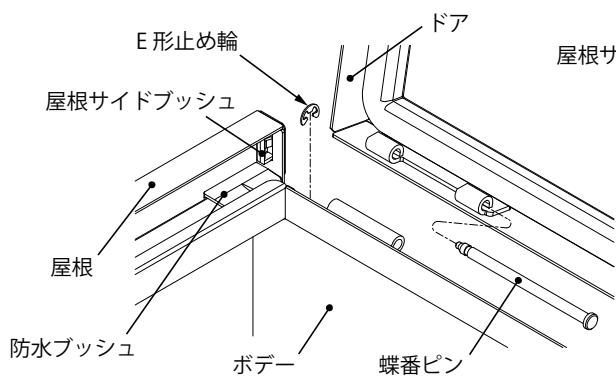

図1
1. E形止め輪を蝶番ピンから取外し、蝶番ピンを引抜きドアを外してください。(図1)